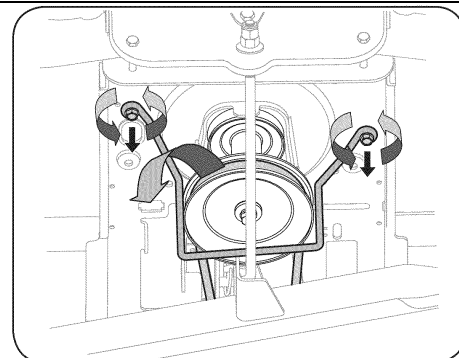

Рис. 10
3. Определите местоположение сцепления вала отбора мощности в передней части трактора. См. Рис. 10.
4. Снимите защиту и ремень со шкива как показано на Рис. 10:
12. Установите защиту ремня См. Рис. 10